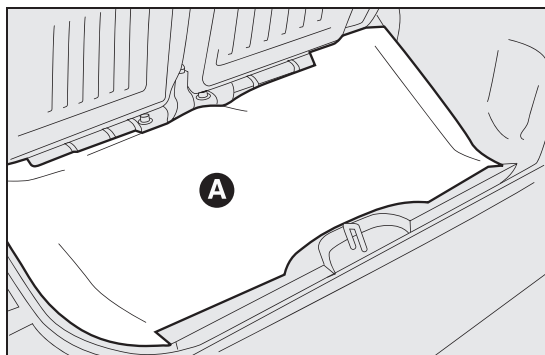

fig. 96
- ☐ til de bekleding op de vloer van de bagageruimte A fig. 96 op